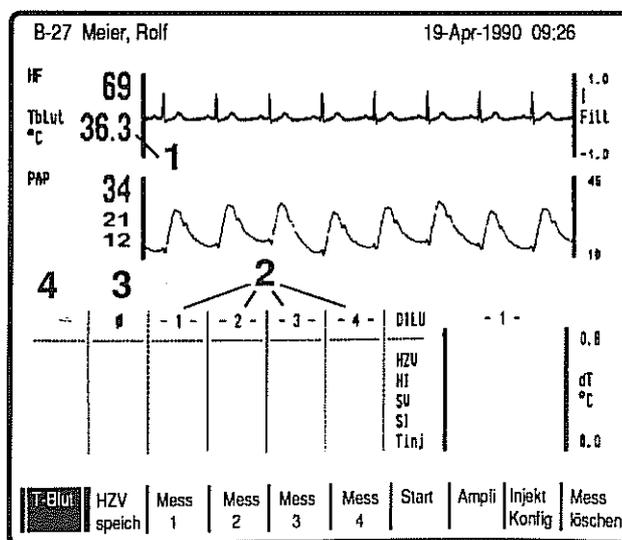

Bild 8
- * In beiden Fällen erhalten Sie das Signalbild (Bild 8), an dem Sie die erforderlichen Einstellungen mit Hilfe der Soft-key-Zeile vornehmen können.